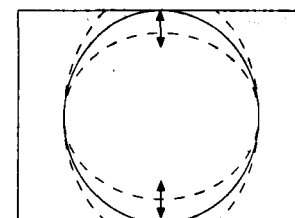

Fig. 8
- d) Ajustar el tamaño vertical para obtener un sobre-escaneo (Fig. 8).